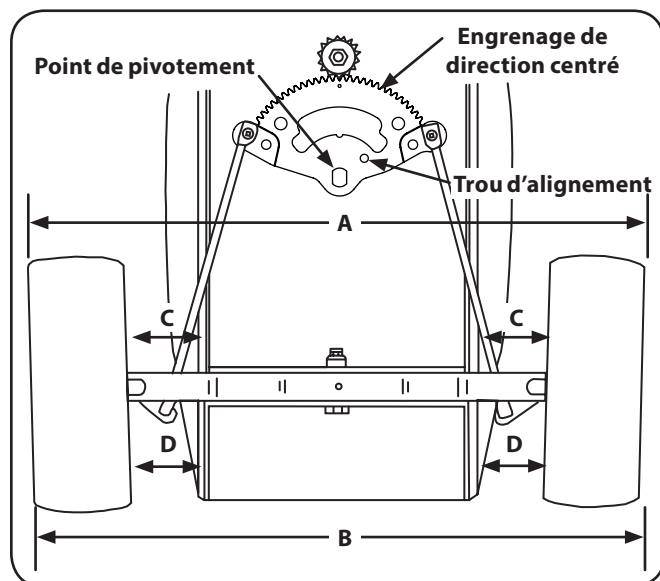

Figure 6-9
Le pincement des roues avant, c'est-à-dire la différence entre les mesures A et B, doit être entre 1/8" et 1/4". Voir Figure 6-9.
1. Vérifiez que l'engrenage de direction est centré. Le trou dans l'engrenage de direction doit s'aligner avec le trou dans le boîtier de direction. Voir Figure 6-9.